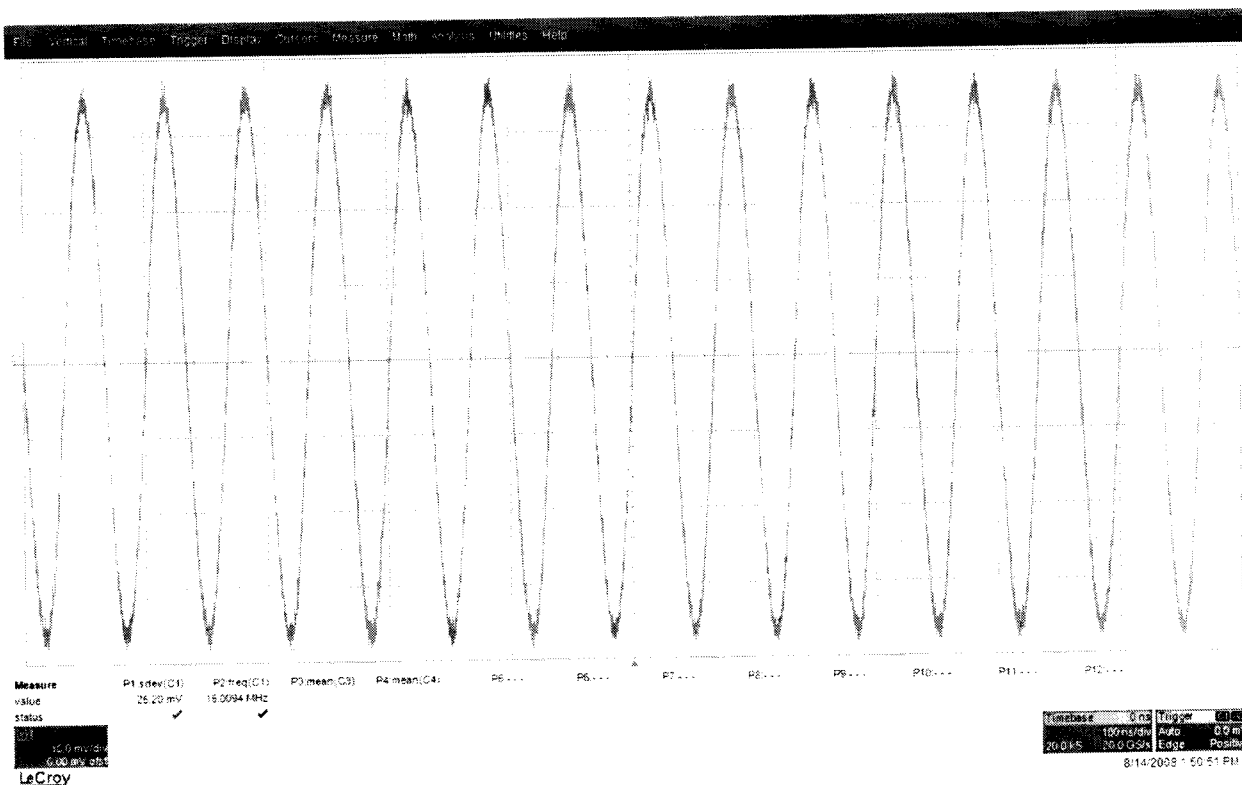

Рисунок 11.
8.6.4.7 Считать среднее измеренное значение  $U_{осц-}$  (отображается как P...:mean(C...), рисунок 11) с экрана осциллографа и записать полученное значение в соответствующую графу таблицы 11.
8.8.1.8 Измерить осциллографом значение  $S_{dev1}$  (рисунок 11) и записать его в таблицу 12.